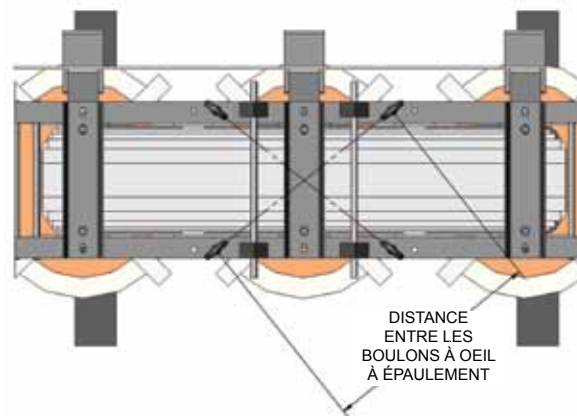

FIGURE 4
- 4) Mesurez la distance entre les boulons à œil à épaulement et les cornières élévatrices (voir figures 4 et 5).